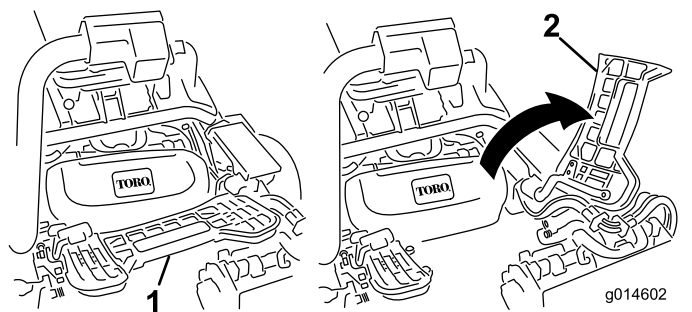

Figura 52
2. Ridicați suportul pentru picioare i balansați-l pentru a-l deschide, permițând accesul la poziția centrală a unității de tăiere (Figura 52).